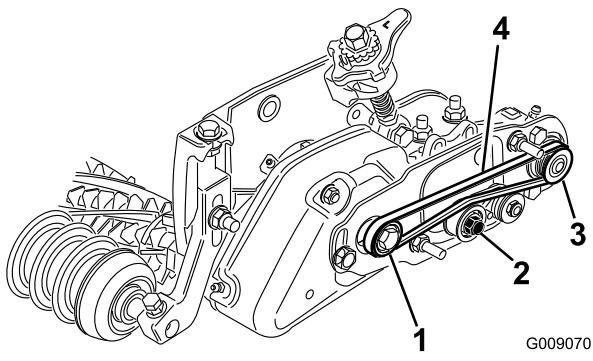

Bild 32
- Verlegen Sie den Riemen um die **Antriebsscheibe** und dann über die Oberseite der Spannscheibe (Bild 32).
- Verlegen Sie den Riemen von der **Antriebsscheibe** ausgehend (**Bild 32**).